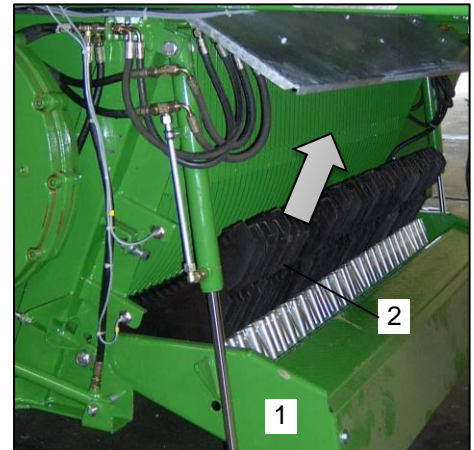

Bild 123: Messer ausbauen
- Schwenken Sie das Schneidwerk (Bild 123 / Pos.1) mittels der maschinenseitigen Steuerung komplett aus.
- Entnehmen Sie das Messer (Bild 123 / Pos.2).